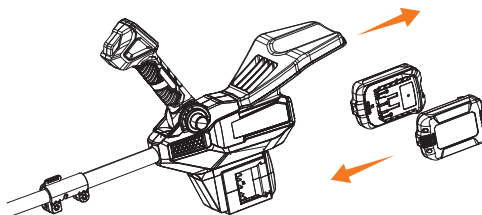

Рис. 4
1. Установите аккумуляторы в крепление на корпусе воздуховодки до щелчка (Рис. 4).